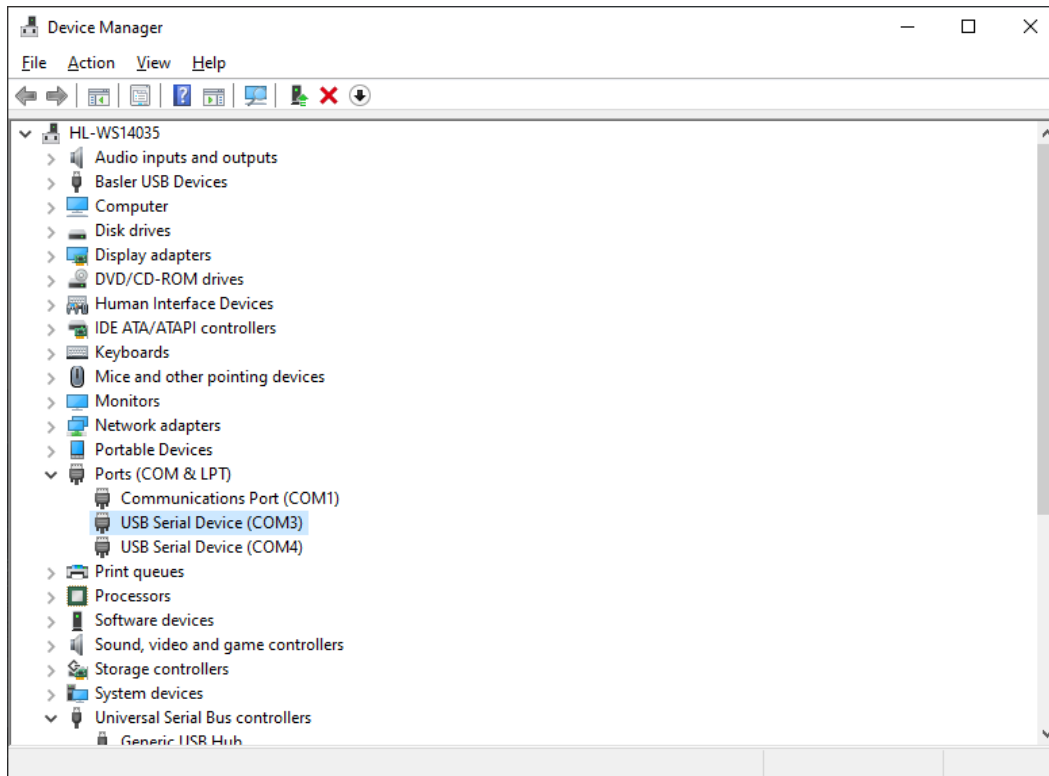

Figura 62-3. Administrador de dispositivos
- Paso 2. Abra el Administrador de dispositivos de Windows® como se muestra en Figura 62-3. Haga clic con el botón derecho en Dispositivo serie USB (COM#) para la conexión BESTCOMSP^lus y seleccione Actualizar controlador.